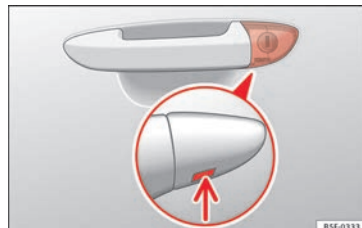

Fig. 3 Maniglia della porta del conducente: serratura di chiusura non visibile.
- Introdurre l'ingegno nell'apertura inferiore del coperchio posto sulla maniglia della porta del conducente » **fig. 3** (freccia) e sollevare il coperchio dal basso verso l'alto.